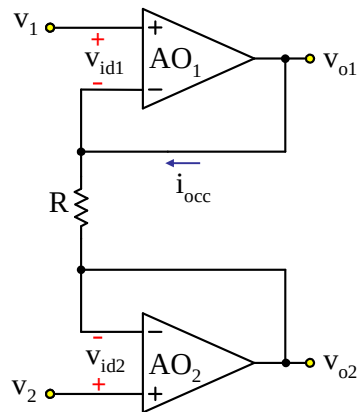

Fig. 3- Schema equivalente per il calcolo della corrente di uscita di cortocircuito
*Determinazione della corrente di cortocircuito  $i_{occ}$ .* Per il calcolo della corrente di uscita di cortocircuito si faccia riferimento alla Fig. 3 da cui possiamo scrivere: